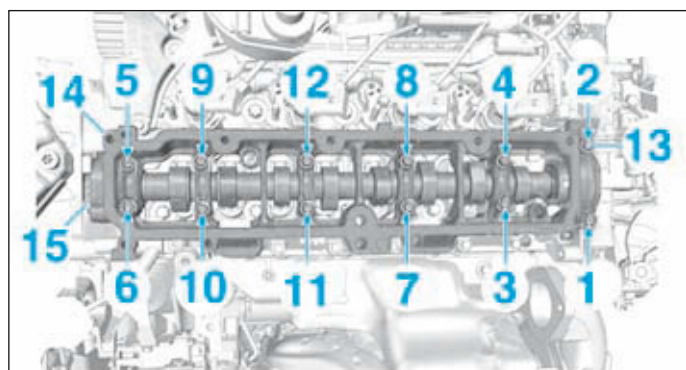

FIG.79
- Déposer, dans l'ordre préconisé, les vis (13) de la partie supérieure du carter paliers d'arbre à cames (Fig.79).
- Déposer la partie supérieur (14) du carter paliers d'arbre à cames.
- Déposer l'arbre à cames (15).